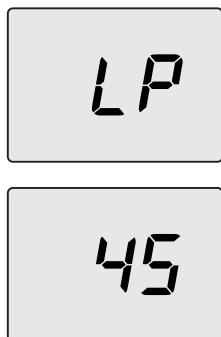

Figura 9.11
- Pulse simultáneamente los botones 13 y 14 (Figura 9.9) hasta que aparezcan en el display LCD las letras **LP** que se alternan con el valor de temperatura mínima del agua sanitaria (ej.45), indicando que se ha entrado en la activación de la "función deshollinador" a la potencia mínima en agua sanitaria (Figura 9.11).